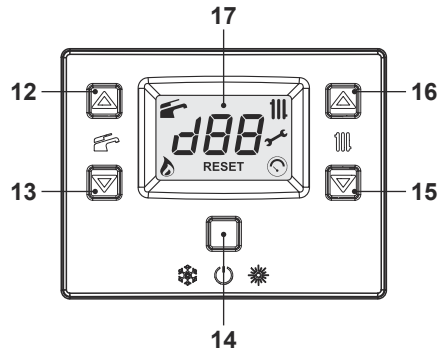

Рисунок 5.23
- Увійдіть в режим програмування, натиснувши та утримуючи кнопки 14, 15 і 16 протягом 10 секунд (Рисунок 5.23), доки на РК-дисплеї не з'являться літери Pr, що чергуються з номером параметра 01, вказуючи на вхід в «параметр 01» (Рисунок 5.24).
- Натисніть кнопку 14 (Рисунок 5.23), щоб вийти та вимкнути живлення.